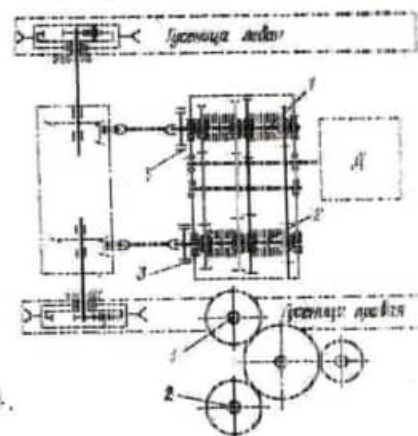

Рис.15.4.
2.Объясните работу трансмиссии при повороте трактора рис.15.4.